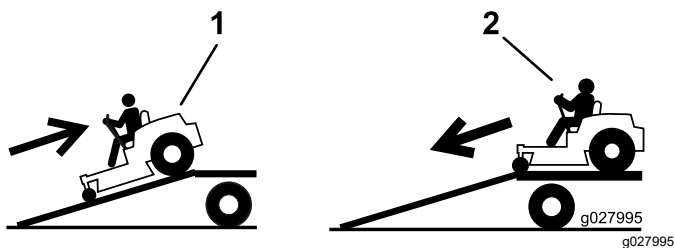

図 28
4. 登りはバックで 図 28。
2. 下りは前進で 図 28。